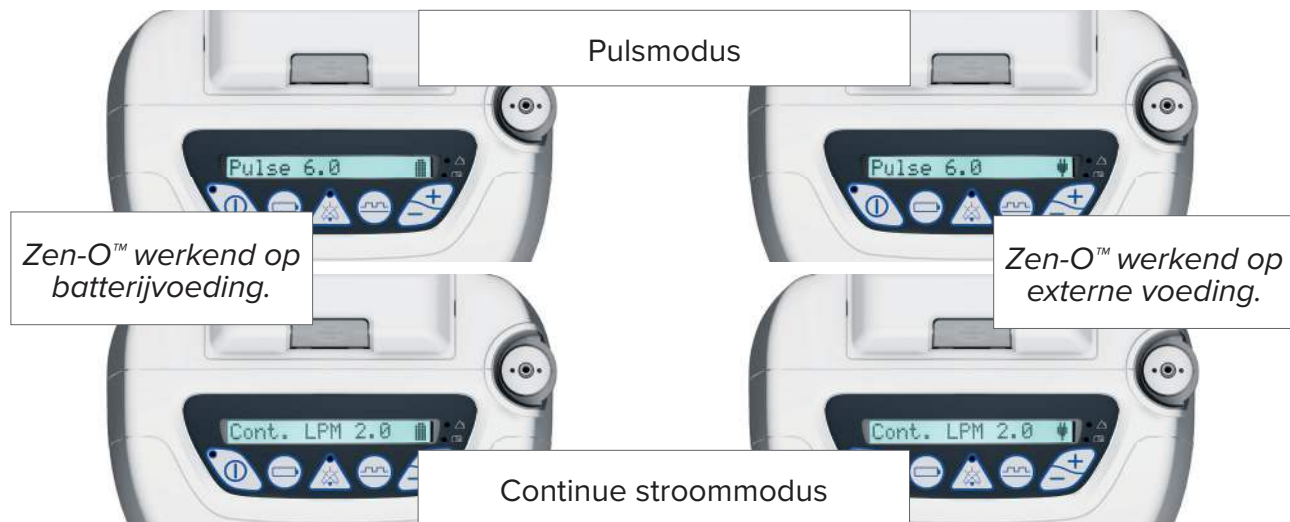

Fig. 7
***BELANGRIJK:** Controleer of het pictogram voor de voedingsstatus (zie Fig. 7) aangeeft dat de voeding is aangesloten. Als dit niet het geval is, controleer dan of het snoer volledig is aangesloten. (Zie hoofdstuk 10. Problemen Oplossen voor meer informatie.)*
De huidige instelling en voedingsbron (externe voeding of batterij; het batterijpictogram geeft ook aan hoeveel lading er ongeveer nog over is) worden weergegeven op het beeldscherm zoals afgebeeld in Fig. 7.